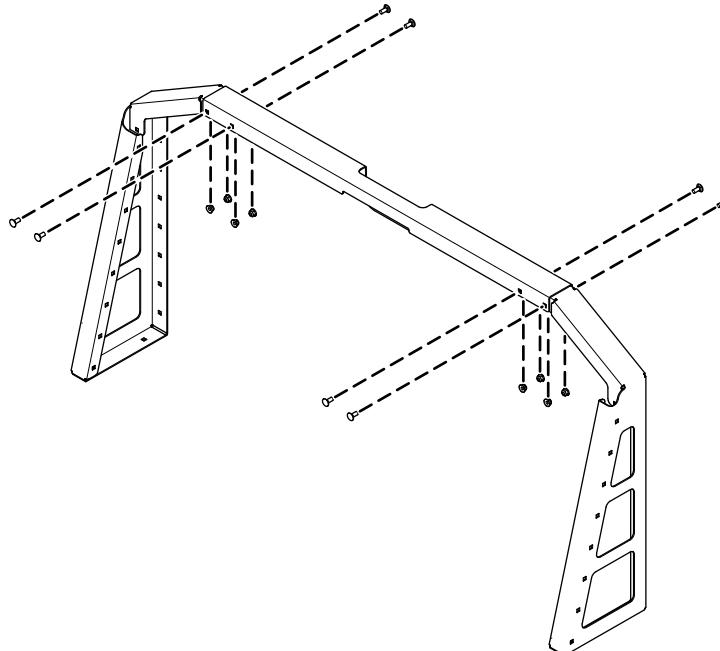

図 1
1. 左側ラックと右側ラックをセンターバーに仮止めするキャリッジボルト5/16 x 3/4"8本とロックナット5/16"8個を使用して図1のように取り付ける。